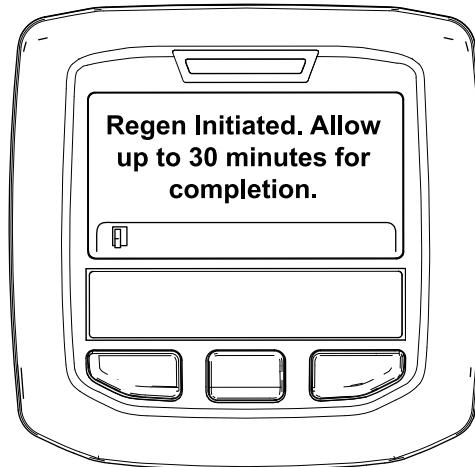

図 44
- 再生許可の場合には Regen Initiated 再生を開始しましたと表示。再生が終了するまで、最大 30 分間が必要。終了まで待つ図 44。